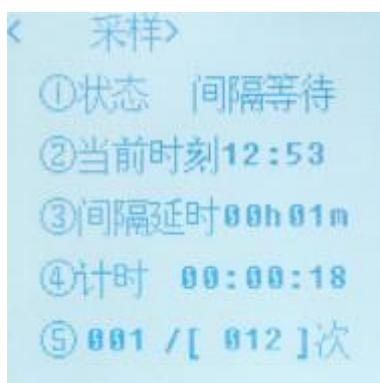

图 16 氟化物采样间隔延时界面
- c) 若定时采样为“间隔采样”时，在一次采样结束后，屏幕显示如图 16 所示。屏幕上第二行表示当前时间；第三行表示间隔采样时间；最后一行表示设置间隔采样 12 次，已完成了 1 次采样，本段间隔的时间已经过了 1 分钟。